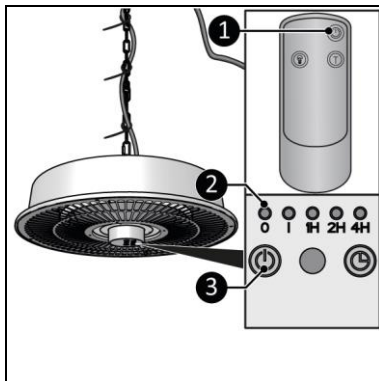

Figura 11
2. Indicatorul luminos O (Figura 11, poz. 2) începe să lumineze.
3. Apăsați butonul ON/OFF de pe panoul de comandă (Figura 11, poz. 3) sau de pe telecomandă (Figura 11, poz. 1).